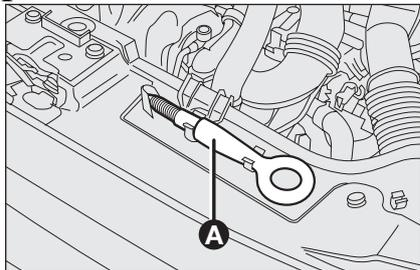

fig. 26
La argolla de remolque, suministrada en dotación con el vehículo, está ubicada en el compartimiento motor como se ilustra en la **fig. 26**.
- levante el capó del motor, quite el anillo **A-fig. 26** de su alojamiento;